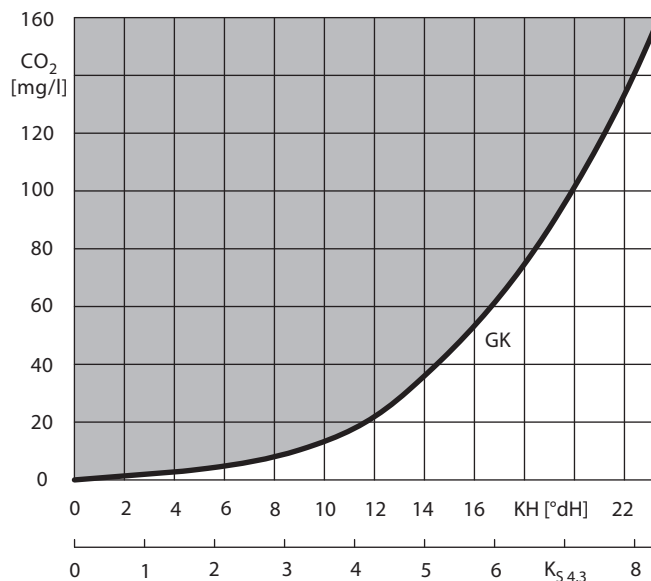

Рис. 2: Химическая устойчивость отслоившегося защитного слоя к содержащейся в воде углекислоте.
- Химическая устойчивость отслоившегося защитного слоя по отношению к присутствующей углекислоте согласно рис. 2.